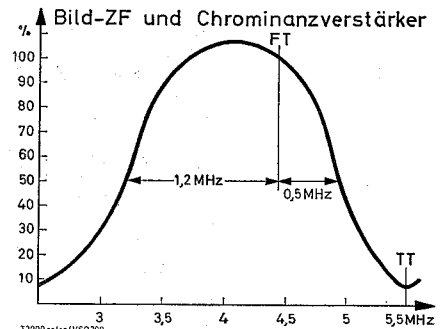

Abb. 52
8. Markengeber (Bereich ca. 3 bis 6 MHz, Rundfunk-Meßsender, z.B. Grundig AS 2) über 50 kOhm an Meßpunkt  $\diamond 7$ . Die Durchlaßkurve soll Abb. 52 entsprechen. Die Halbwerte liegen bei 3,2 bzw. 4,95 MHz. Das Dach soll gerade oder leicht gewölbt sein.
Fi. X L 261 und L 262 so korrigieren, daß die Durchlaßkurve der Abb. 52 entspricht.